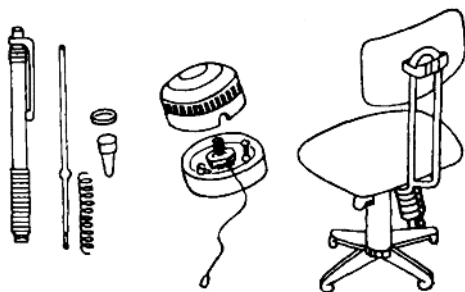

图 2-4
1. 在我们生活中，有许多地方(如圆珠笔、拉线开关、转椅等)都用了弹簧(图 2-4)。你能说明它们的作用吗？